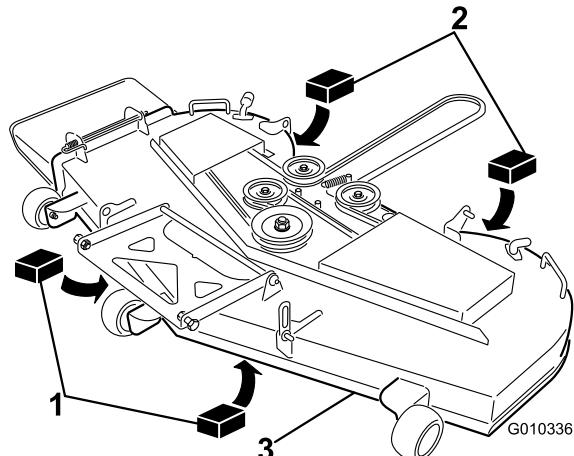

**Figure 70**
- Faites pivoter les lames avec précaution pour faire passer les pointes avant à l'arrière (Figure 70).
- Mesurez la distance entre la pointe de la lame avant et la pointe de la lame arrière par rapport à la surface plane (Figure 70). Si la pointe avant de la lame n'est pas de 1,6 à 7,9 mm plus basse que la pointe arrière, poursuivez la procédure de mise à niveau du plateau de coupe.